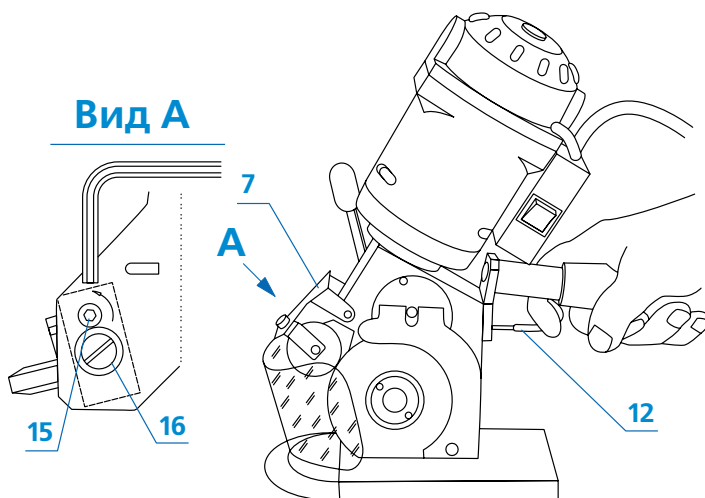

Рис. 3. Затачивание ножа.
Высокой производительности и хорошего качества раскроя можно добиться только при использовании острого ножа. Увеличение сопротивления при раскрое и затягивание нижних слоев раскраиваемого материала указывают на то, что нож затупился. Для затачивания, тягой (12) притянуть заточный камень к вращающемуся ножу так, как показано на рис. 3. Нож считается острым, если при правильно установленном нижнем ноже режет единичный слой ткани.
Если заточка оказалась неэффективной, следует увеличить угол наклона заточного диска к поверхности ножа. С этой целью, после остановки ножа специальным ключом повернуть эксцентрик (15) на небольшой угол так, чтобы его конец переместился на 1,0-1,5 мм в направлении стрелки - вид А рис. 3 (нельзя освобождать винт (16)). Правильный угол наклон заточного камня устанавливается методом проб, проверяя эффективность затачивания ножа, при необходимости многократно повторяя (как описано выше) поворот эксцентрика на небольшой угол.